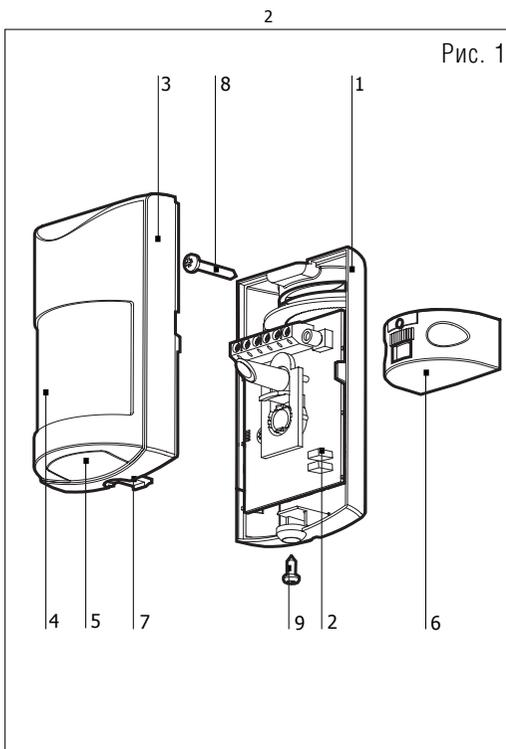

Рис. 1
Извещатель выполнен в виде одного блока (Рис.1) и состоит из: основания (1); печатной платы с элементами (2); крышки (3) с зацепом (7); линзы Френеля со светофильтром (4); окна антисаботажной зоны (5); кронштейна (6); шурупа (8) для крепления основания с кронштейном; шурупа (9) для соединения крышки с основанием.